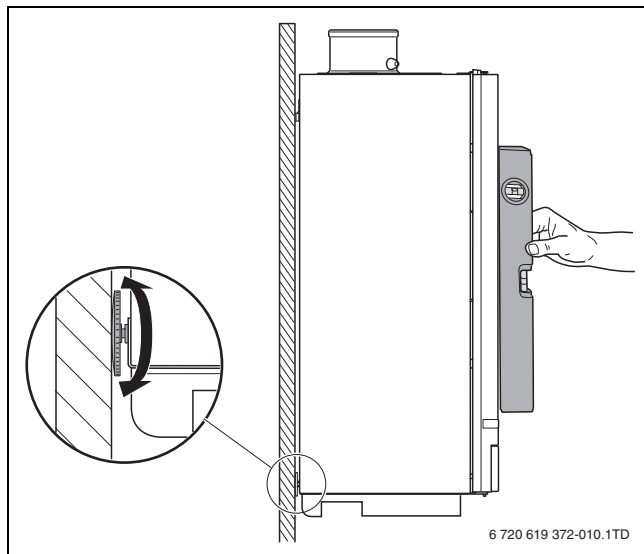

Bild 16 Gerät mit Stellschraube ausrichten
- Gerät mit Hilfe der Stellschraube und Wasserwaage ausrichten (→ Bild 16).